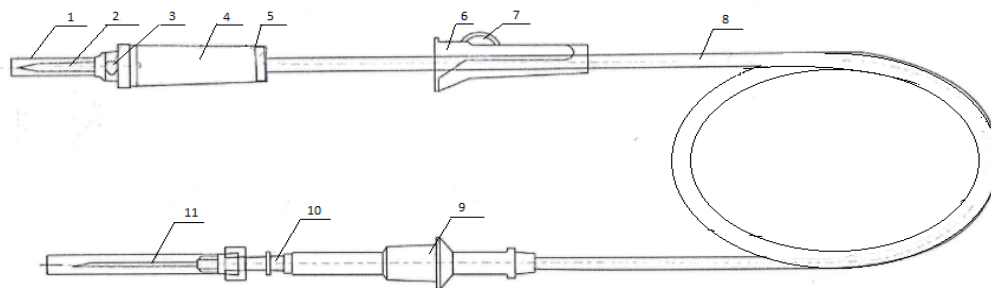

Рис. 1 – Устройство инфузионное/ трансфузионное/ инфузионно-трансфузионное (универсальное) подогреваемое:
- плотно закройте роликовый зажим 7 (см. рис. 1);